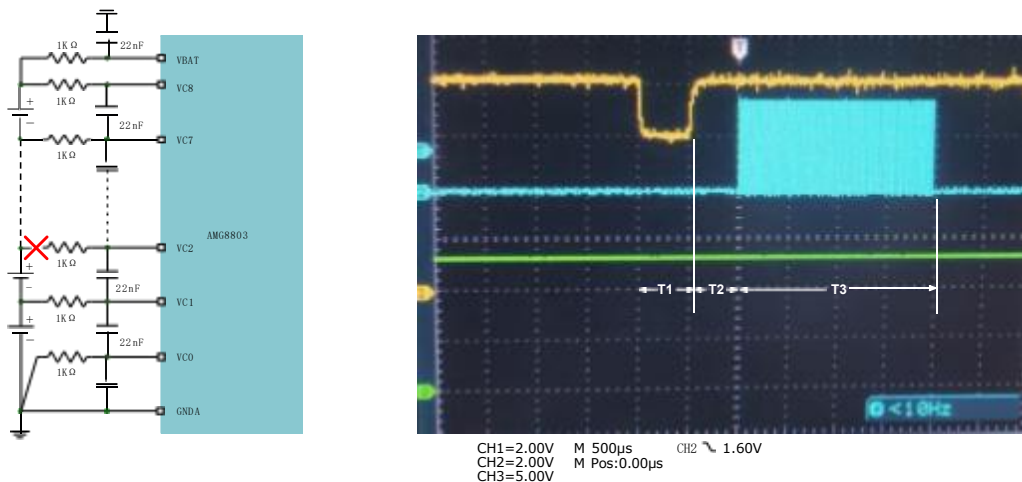

图 9: 断线诊断示意图
假设在图 9 的红色画“×”的地方发生断线。当芯片执行断线检测时，会进行以下动作：
- 使能 VC1 和 VC2 的被动均衡，内部均衡 mos 导通，时间 T1（见图 9）。
- 关闭 VC1 和 VC2 的被动均衡，延时时间 T2（见图 9），若断线，VC2—VC1 电压被拉低以后无法恢复；而如果没断线的话，VC2 管脚电压可以快速恢复。